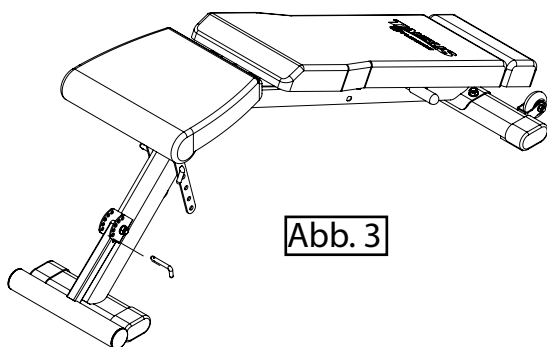

Abb. 3
4. Entnehmen Sie den Stellstift aus der Fußablage (Abb. 3).
5. Klappen Sie die Fußablage nach unten (Abb. 3).
6. Montieren Sie den Stellstift in dem unterstem Loch (Abb. 3).